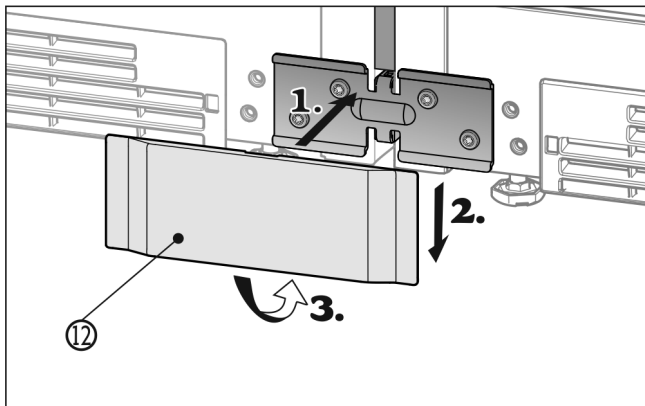

Fig. 31
- ▶ Coloque la cubierta Fig. 31 (12) inferior por delante sobre la escuadra Fig. 31 (1), deslícela hacia abajo Fig. 31 (2) y encájela en la parte inferior Fig. 31 (3).